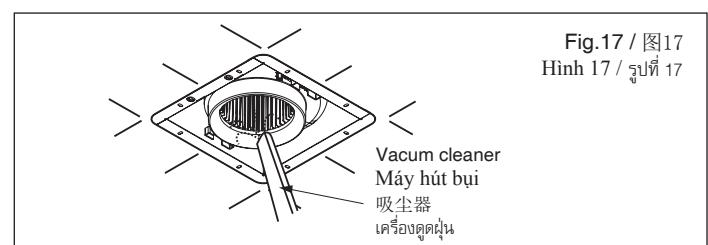
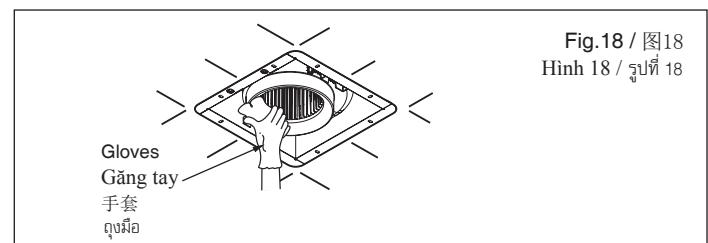

Fig.17 / 图17
Fig.18 / 图18
- ③ Clean the dirt of blades with vacuum cleaner. (Fig.17)
- ③ Dùng máy hút bụi để vệ sinh chất bẩn bám vào cánh quạt. (Hình 17)
- ③ 使用吸尘器清除扇叶上的污物(图17)。
- ③ ทำความสะอาดใบพัดลมด้วยเครื่องดูดฝุ่น (รูปที่ 17)
- ④ Wipe the dust off the fan body with a soft cloth moistened with kitchen detergent, and then clear it with a clean soft cloth. (Fig.18)
- ④ Dùng vải mềm thấm ẩm chất tẩy rửa dùng trong bếp để lau sạch bụi trên thân quạt và sau đó lau bằng vải mềm sạch. (Hình 18)
- ④ 使用软布沾上厨房用洗涤剂后擦掉扇叶上的污物，再用干净软布擦净(图18)。
- ④ เข็บฝุ่นออกจากตัวเรือนพัดลมด้วยผ้าぬ่ำน้ำยาทำความสะอาดท้องครัว และใช้ผ้าสะอาดถูให้แห้ง (รูปที่ 18)